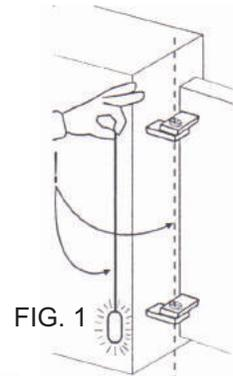

FIG. 1
- 1- Controlar la perfecta perpendicularidad del eje de la puerta (fig.1) para conseguir un movimiento estable de la batiente. De lo contrario el motor puede dañarse porque tiene que vencer una resistencia para la cual fue diseñado.